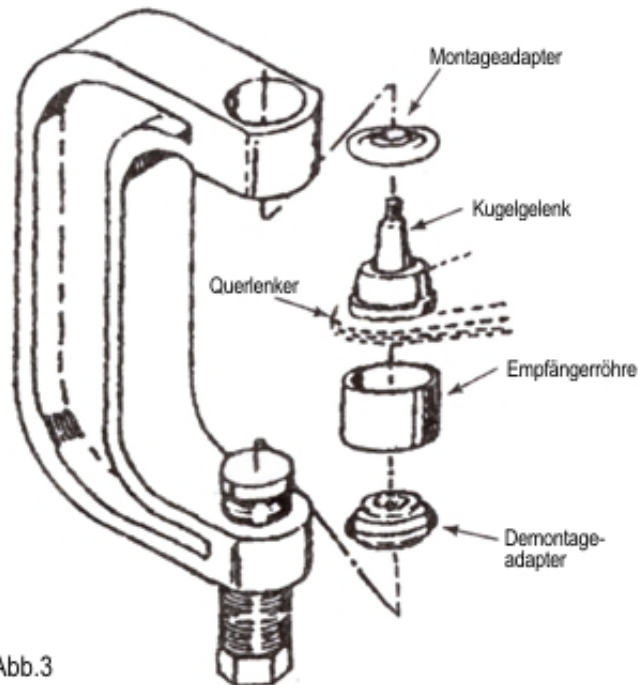

Abb.3
1. Setzen Sie die Kugelgelenkpresse oberhalb des Querlenkers wie in Abb.3 sichtbar an. Wählen Sie die passende Größe der Empfängerröhre (Teil # 6, 7 oder 8) und platzieren Sie die Röhre unterhalb der des Kugelgelenk des Fahrzeugs (Abb.3).